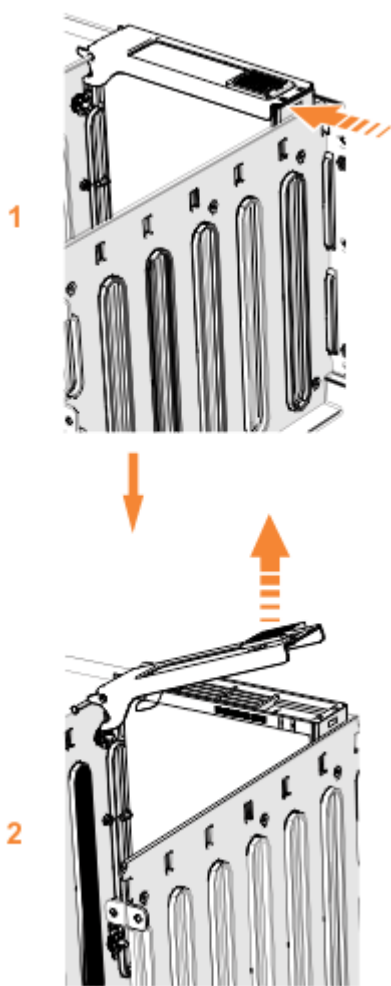

Рисунок 112. Удаление блока накопителя
5. Сдвиньте защелку вперед (1), как это показано на Рисунок 112 на стр. 100.
6. Поднимите ручку (2), чтобы освободить контейнер накопителя (см. Рисунок 112 на стр. 100). Убедитесь, что нижняя кромка защелки полностью освобождена.